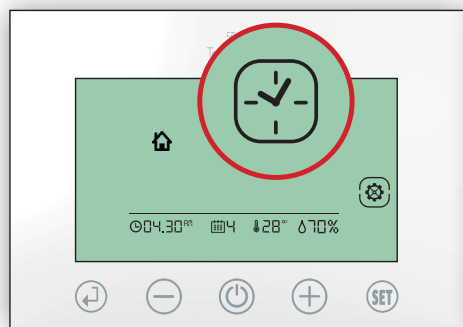

Fig.25
- 1.1 Sbloccare premendo per 3 secondi , premere per 3 secondi , premere più volte  fino al lampeggio del simbolo . Premere una volta  per confermare. (Fig.25)